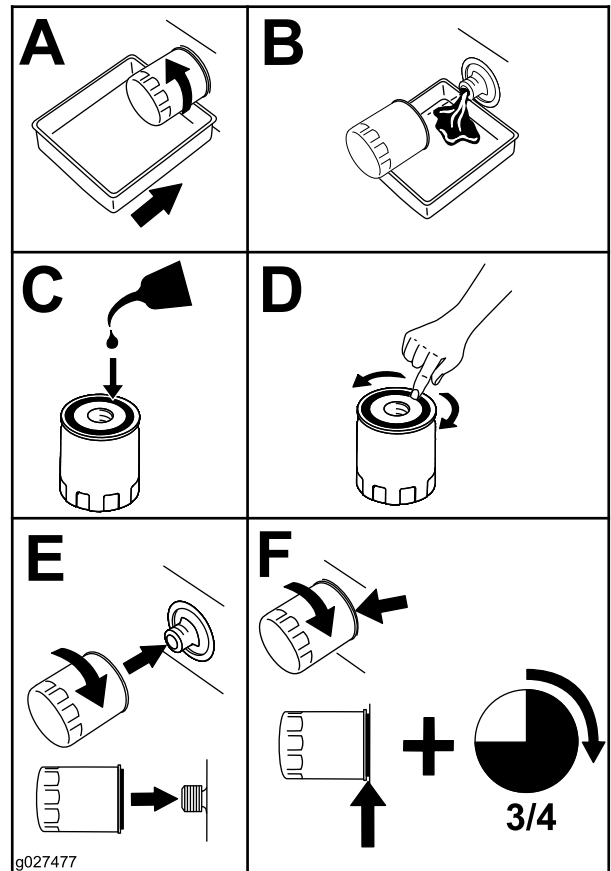

Figura 55
2. Cambiate il filtro dell'olio del motore (Figura 55).